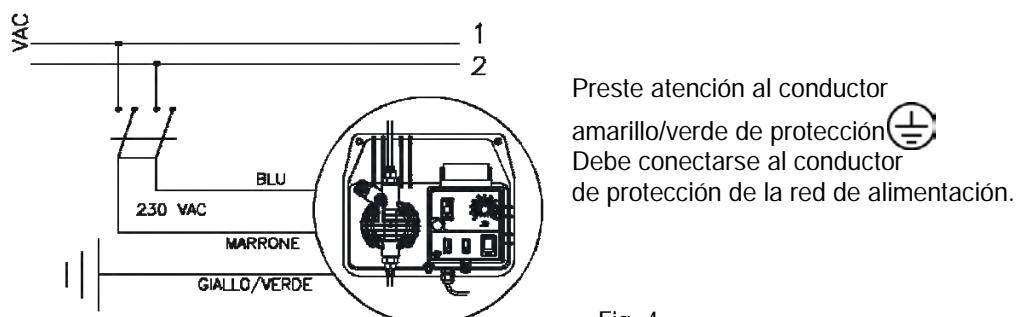

Fig. 4
1. Asegurarse de que esté desactivada eléctricamente (ambas polaridades) desconectando los conductores de los puntos de contacto de la red mediante la apertura del interruptor omnipolar con distancia mínima entre los contactos de 3 mm (Fig. 4).
- b. Respete las normas vigentes en el país de uso, en cuanto a la instalación eléctrica (Fig. 4).